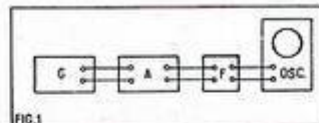

FIG. 1
Cette mesure pourrait s'effectuer à l'aide d'un oscilloscope, d'un générateur et de divers filtres suivant le schéma de la figure 1.
d) Intercalons un filtre entre la sortie de l'amplificateur et l'entrée de l'oscilloscope c'est-à-dire reproduisons le montage de la figure 1.
Il est conseillé de monter l'intégralité du filtre de la figure 4 dans un boîtier métallique entièrement clos. On reliera avec des câbles blindés, l'entrée et la sortie de ce filtre, aux appareils indiqués par la figure 1.
Le branchement est celui de la figure 1 mais avec le filtre enlevé.